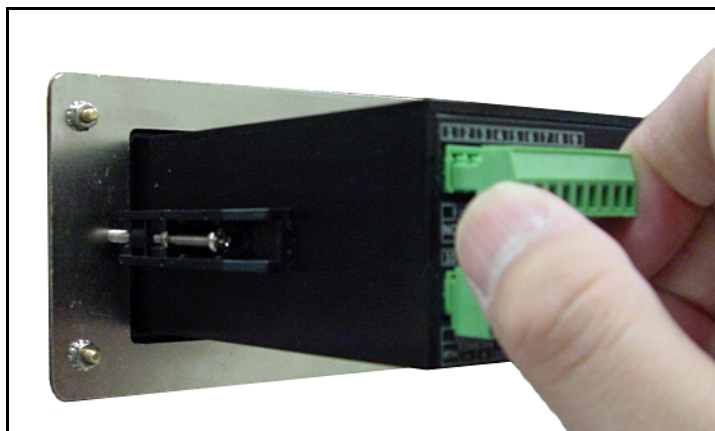

Figure 31: Retrait du connecteur supérieur
1. Retirez le connecteur du bornier supérieur en face arrière du **dew.IQ** (voir *Figure 31* ci-dessous).
1. Retirez le connecteur du bornier supérieur en face arrière du **dew.IQ** (voir *Figure 31 on page 27*).